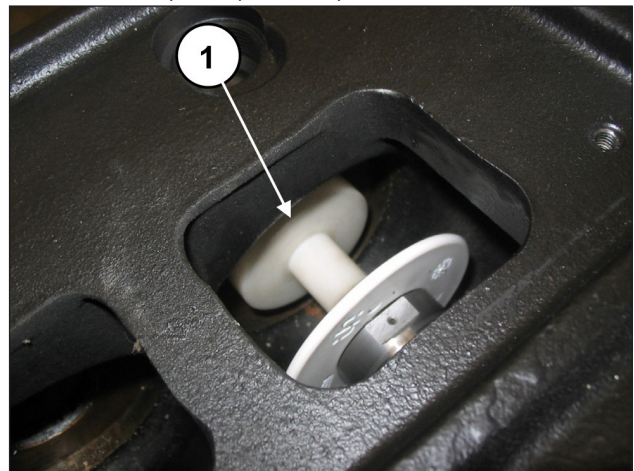

Abb. 153
Drehen Sie die Welle von Hand so, dass die 3 Kolben schrittweise an ihren oberen Totpunkt bewegt werden, und setzen Sie den Dorn Art. 27516600 zwischen Kolbenführung und Kolben ein (Pos. ①, Abb. 153).